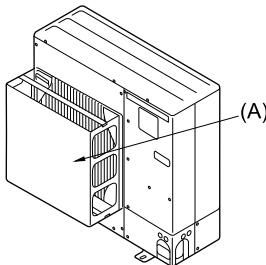
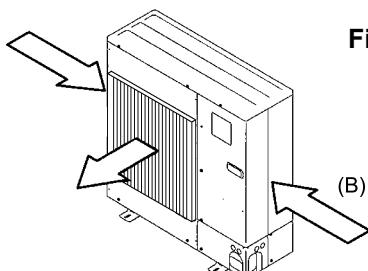

Fig. 2-4
Fig. 2-5
- (2) Установите дополнительный воздуховод, если прибор установлен в месте, где сильный ветер от тайфуна и т.д. может попадать непосредственно в вентиляционную решетку. (Fig. 2-4)
- (A) Воздуховод
- (3) По возможности разместите прибор так, чтобы воздух из выходного отверстия выдувался в направлении, перпендикулярном к сезонному направлению ветра. (Fig. 2-5)
- (B) Направление ветра